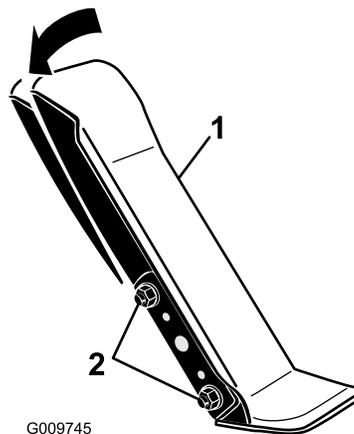

Figura 88
1. Allentare i 2 dadi e bulloni che fissano il lato sinistro del pedale di trazione alla staffa (**Figura 88**).
2. Inclinate il pedale nell'angolazione desiderata e stringete i dadi (**Figura 88**).